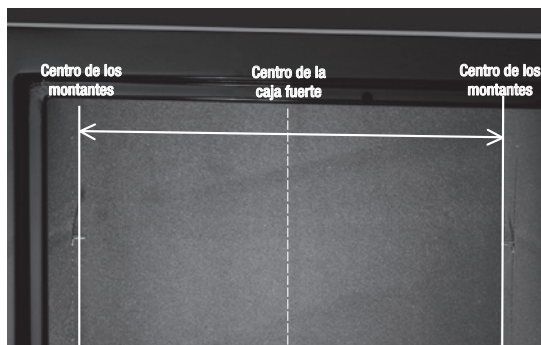

Figura 4. Mida cuidadosamente la distancia entre los centros de los montantes en su casa
distancia para situar las dos medianas de los montantes del interior de la caja fuerte (Figura 4).
- 4 Taladre a 5.08cm desde la parte superior de la caja fuerte en cada uno de los centros de los montantes (Figura 4). Marque los lugares dentro de la caja fuerte con un marcador. Con una navaja, recorte una "X" de 5.08cm x 5.08cm en la moqueta en los lugares marcados.